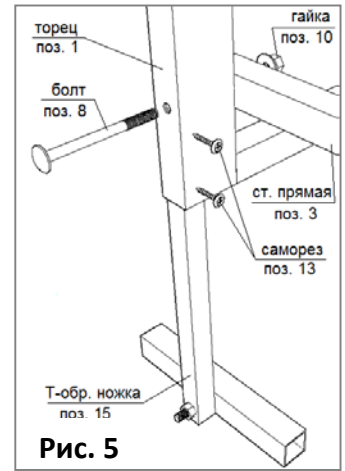

Рис. 5
5.2.2. Соедините болтами 6×70 мм собранный торец со стартовыми прямыми при этом закрепив ножки в нижней части торца с помощью саморезов со сверлом (рис. 5).